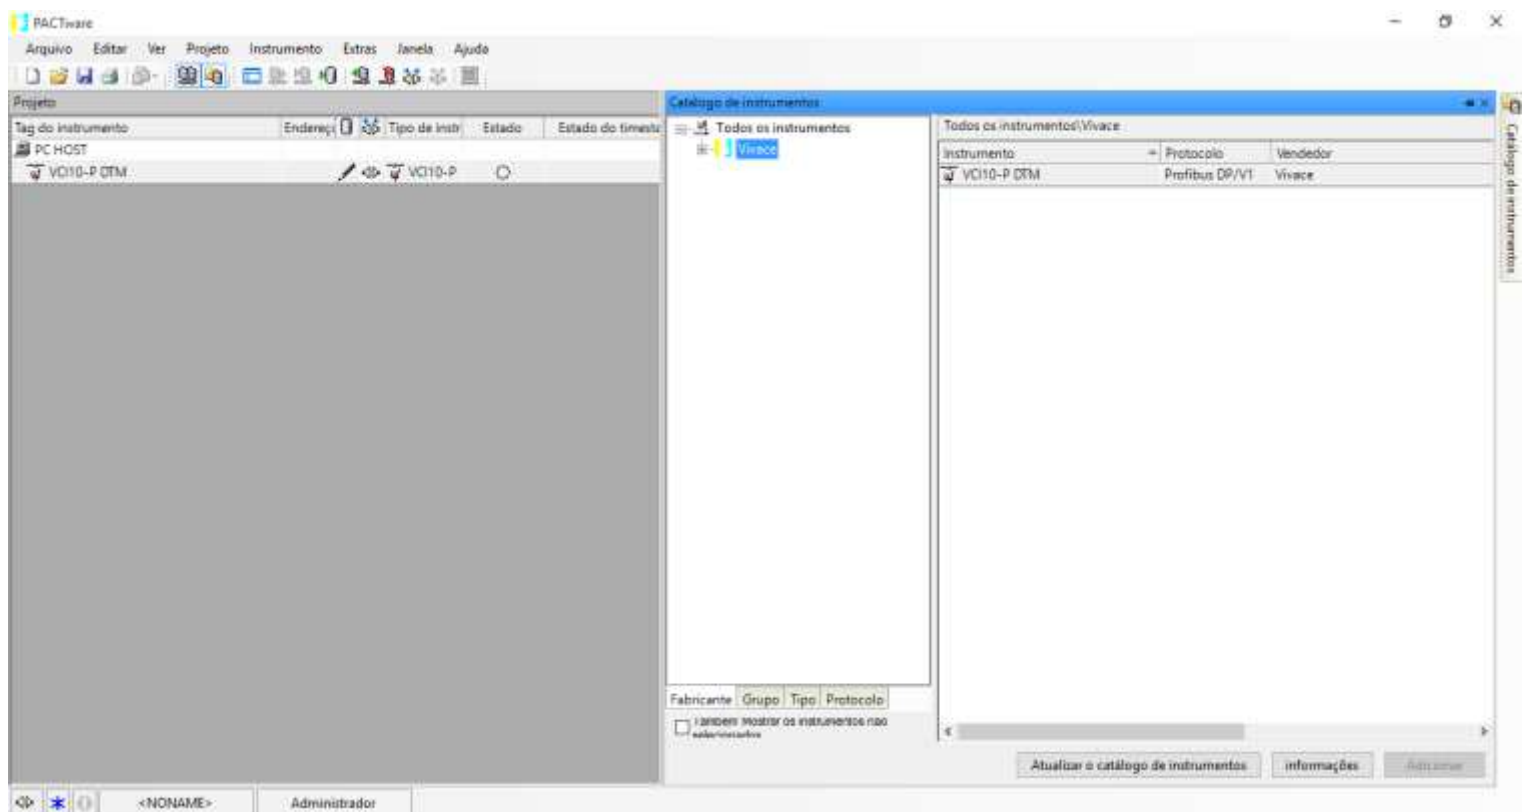

Figura 5: Criação da topologia lógica de comunicação FDT/DTM com o drive “VCI10-UPDTM”.
- Clique sobre ele e o arraste até o elemento PC HOST conforme a figura 5;